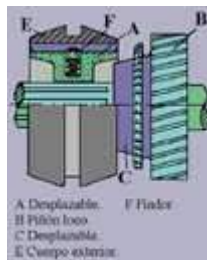
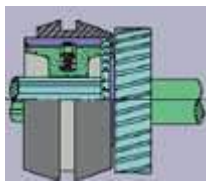

Fig. 34
Fig. 35
Una vez desembragado el motor, con la palanca de cambios, se actúa sobre el desplazable correspondiente a la velocidad que se quiere obtener. Las primeras que entran en contacto son las superficies troncocónicas de ambos piñones (fig. 34), (desplazable A y el C), igualando sus velocidades. Acto seguido se desplaza el cuerpo exterior (E), venciendo el fijador (F) de muelle y bola, hasta acoplarse al dentado del piñón loco (fig. 35).